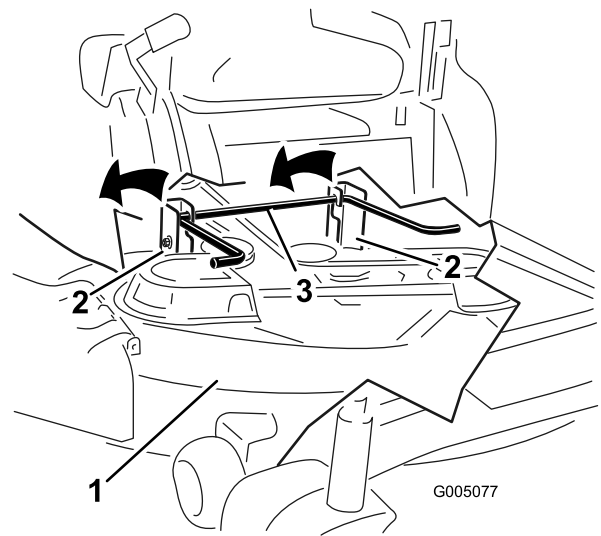

Bild 45
5. Heben Sie das Mähwerk und die Hängeprofile über die hintere Hubstange und senken Sie das Mähwerk vorsichtig auf den Boden ab (Bild 45).
- Heben Sie das Heck des Mähwerks an und führen Sie die Hängeprofile über die hintere Hubstange (Bild 45).